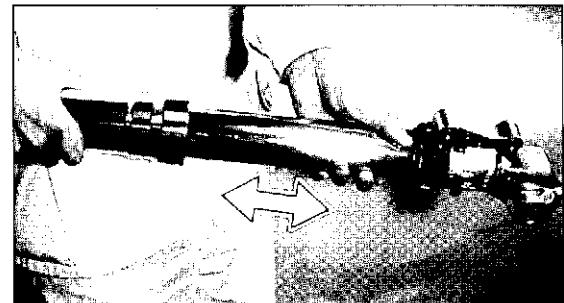

Fig. 8
9) Con veloci movimenti alternativi in successione, estrarre il tubo scorrevole dal tubo esterno (Fig. 8).
9) In quickly, successive motions, pull the slide pipe out of the outer tube (Fig. 8).